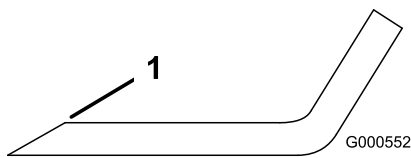
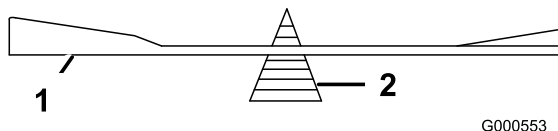

Bild 39
Bild 40
1. Schärfen Sie die Schnittkante an beiden Enden des Schnittmessers mit einer Feile (Bild 39). Behalten Sie den ursprünglichen Winkel bei. Das Schnittmesser behält seine Auswuchtung bei, wenn von beiden
2. Überprüfen Sie die Auswuchtung des Schnittmessers auf einer Ausgleichsmaschine (Bild 40). Wenn das Schnittmesser in seiner horizontalen Position bleibt, ist es ausgewuchtet und kann wiederverwendet werden. Feilen Sie, wenn das Schnittmesser nicht ausgewuchtet ist, vom Flügelbereich des Messers etwas Metall ab (Bild 39). Wiederholen Sie diesen Vorgang, bis das Messer ausgewuchtet ist.